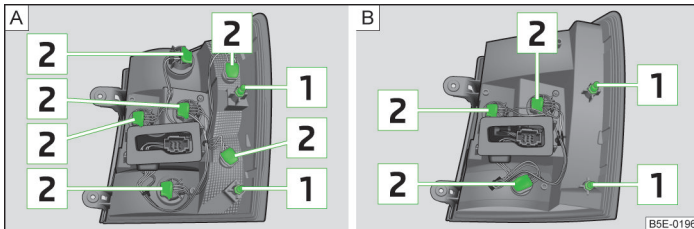

Abb. 225 Äußerer Teil der Leuchte: Grundleuchte / Leuchte mit LED-Dioden
- › Die Rückleuchte vorsichtig in die Karosserie hineindrücken, sodass die Bolzen  » Abb. 225 auf Seite 247 an der Leuchte in die Aufnahmen in der Karosserie eingreifen » .
- › Die Lampenfassung  » Abb. 225 entgegen dem Uhrzeigersinn drehen und aus dem Leuchengehäuse herausnehmen.